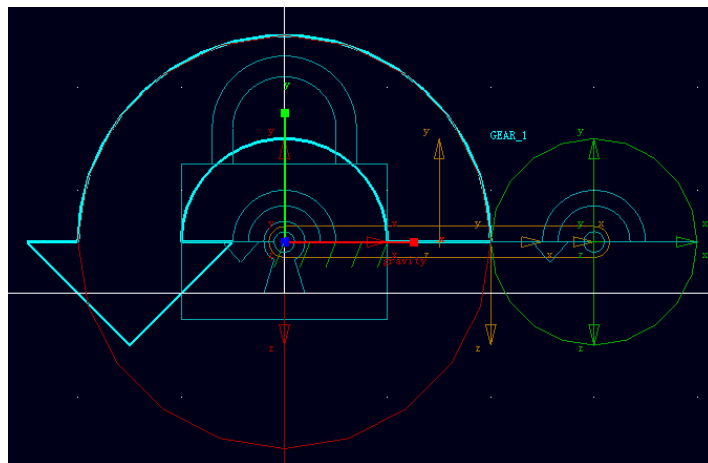

图 4-12 齿轮上的旋转驱动
4.8 在 **ADAMS/View** 驱动库中选择旋转驱动 (**Rotational Joint Motion**) 按钮, 在 **Speed** 一栏中输入 360, 360 表示旋转驱动每秒钟旋转 360 度。在 **ADAMS/View** 工作窗口中, 两个齿轮中任选一个作为主动齿轮, 本设计中选择左边的齿轮 (红色的), 用鼠标左键点击齿轮上的旋转副 (**JOINT_1**) 或者旋转副 (**JOINT_2**), 一个旋转驱动创建出来, 如图 4-12 所示, 图中显亮的部分为旋转驱动。